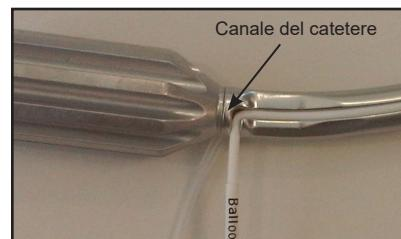

Figura 2
2. Assicurarsi che i cateteri della punta siano fissati in sicurezza ai canali dell'impugnatura (vedere Figura 1 e Figura 2).